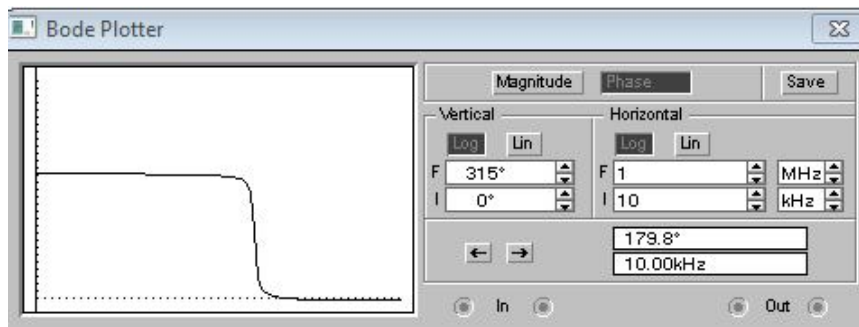

Рисунок 4.18 – ФЧХ
2. Зняти ФЧХ за допомогою Боде-плотера, пара вхідних затискачів якого підключаються до умовного входу, а пара вихідних – до умовного виходу, до вихідної напруги. Для цього необхідно задати початкову та кінцеву частоту, тобто інтервал моделювання, та почати процес моделювання (рис. 4.18).